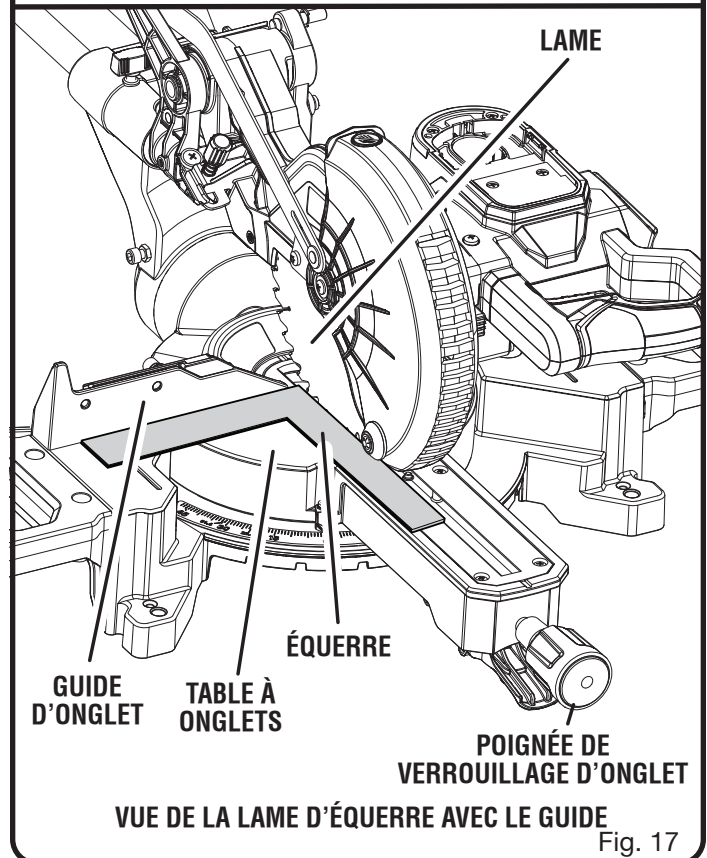

Fig. 17
Voir les figures 17 à 22.
- Le bord de l'équerre et la lame doivent être parallèles, comme le montre la figure 17.